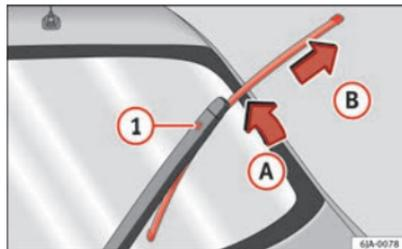

Fig. 67 Escobilla del limpialuneta
- Retire el brazo del limpialuneta desde el cristal moviendo ligeramente la escobilla en el sentido del brazo – flecha ① ⇒ fig. 67.
- Con la otra mano desbloquee el seguro ① y saque la escobilla en el sentido de la flecha ②.